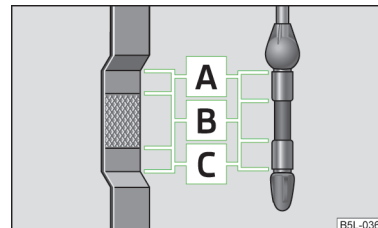

Fig. 128
- ¡Si el nivel de aceite se encuentra por encima de la zona **A**, » fig. 128 de la página 147 no siga conduciendo! Pare el motor y recurra a la asistencia profesional de un taller especializado.
La varilla de medición de aceite indica el nivel de aceite de motor » fig. 128.
- El nivel de aceite no debe sobrepasar nunca la zona **A** » **fig. 128**. ¡Existe riesgo de daños en el sistema de gases de escape!